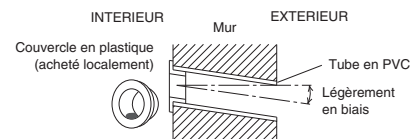

Fig. 3-37
- (6) Mettre le cache en plastique sur l'extrémité du tube (pour le côté intérieur seulement) et insérer le tuyau dans le mur. (Fig. 3-37)